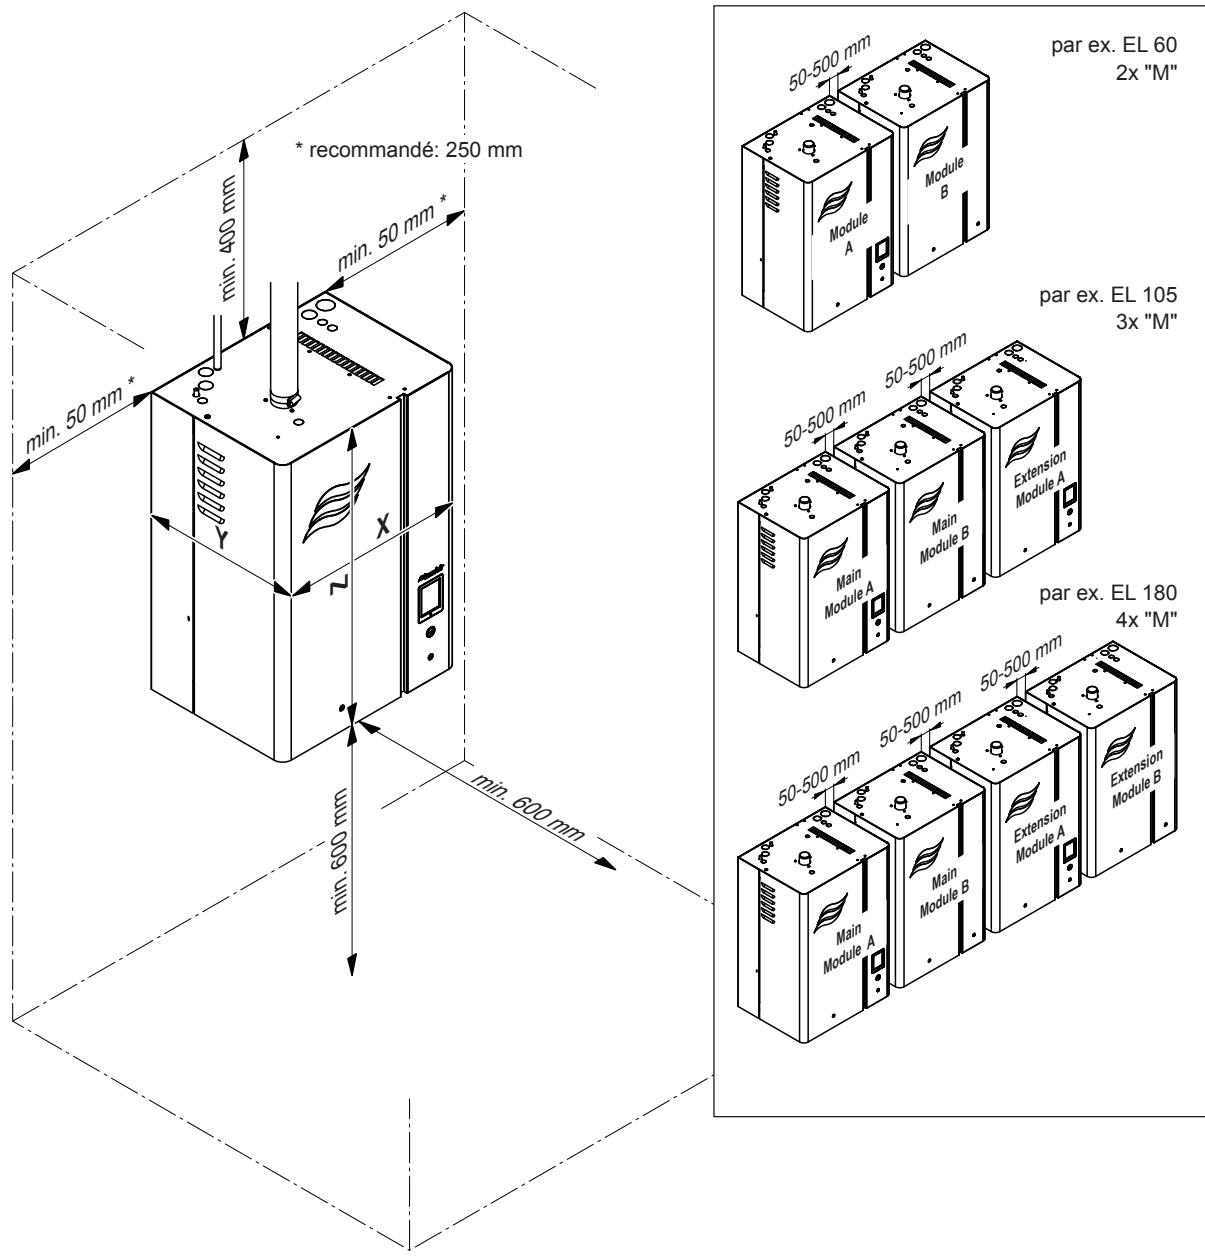

Fig. 9 : Distances à respecter
- Placer l'humidificateur d'air à vapeur de telle sorte **qu'il soit bien accessible** et qu'il y ait suffisamment de place pour faire la maintenance. Les **distances minimales** conformément à la Fig. 9 doivent être respectées.
- Pour que les câbles livrés puissent être utilisés avec des appareils doubles et systèmes Linkup, les différents appareils doivent être montés dans l'ordre indiqué, à la même hauteur et avec une distance de min. 50 mm à max. 500 mm entre chaque appareil (voir Fig. 9).